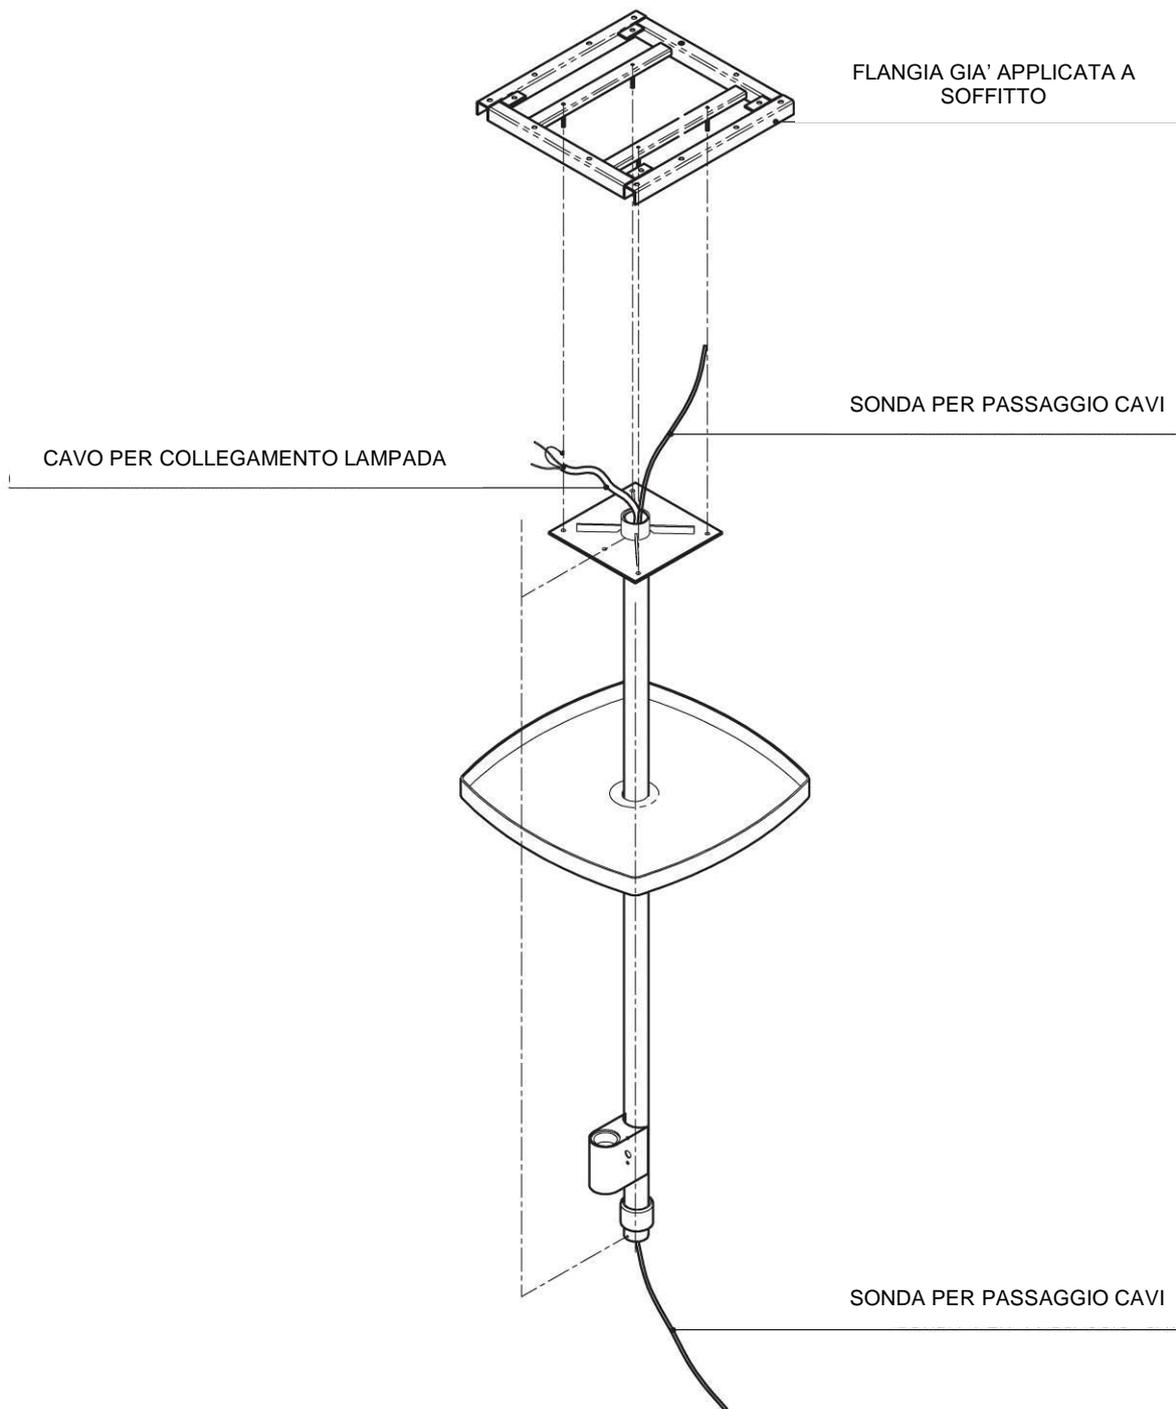

Fig. 5.
- a. Seguire le indicazioni in **fig.5** .
- b. Il tubo di sostegno (4) è fornito di anello di copertura (7) viti e frizione già montati.
- d. Inserire il carter(22) di copertura della flangia all'estremità superiore del tubo.
- e. Montare il tubo nella flangia come indicato in **fig.5** facendo attenzione a :
- Collimare i fori per un corretto allineamento come indicato in **fig.5**